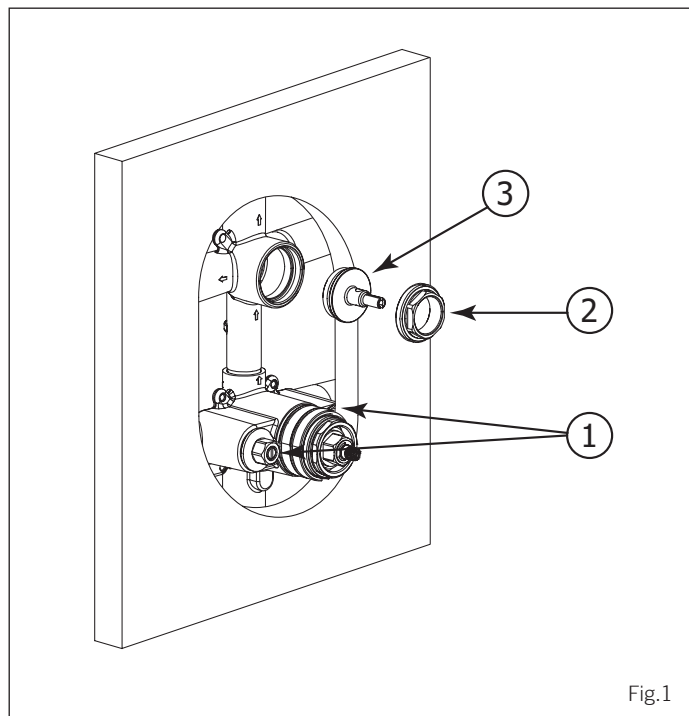

Fig.1
First, shut off the 2 check-valves (1), afterwards, unscrew the large nut (2), and remove the protective plug (3) (see Fig.1).
Premièrement, fermer les 2 valves d'arrêts (1), dévisser ensuite l'écrou (2) et retirer le capuchon protecteur (3) (Voir Fig.1).